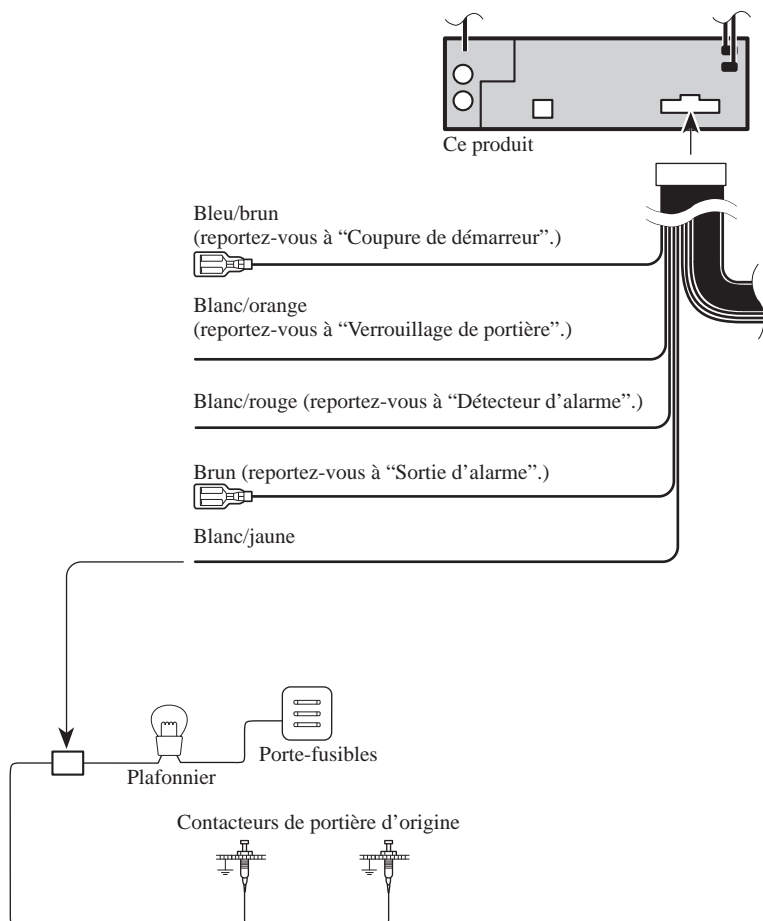

Fig. 4
- **Blanc/jaune (Contacteur de portière, DOOR SWITCH) (Fig. 4 et 5)**